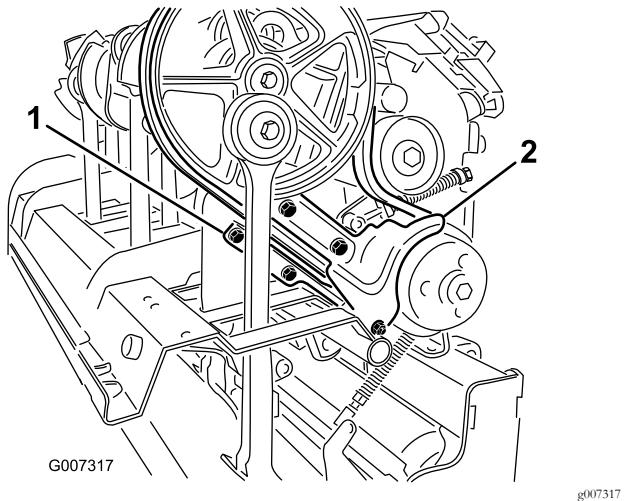

Figura 37
- Retire las fijaciones que sujetan el deflector de tierra y el protector inferior de la correa (Figura 37). Desmonte el deflector de tierra y el protector inferior de la correa.